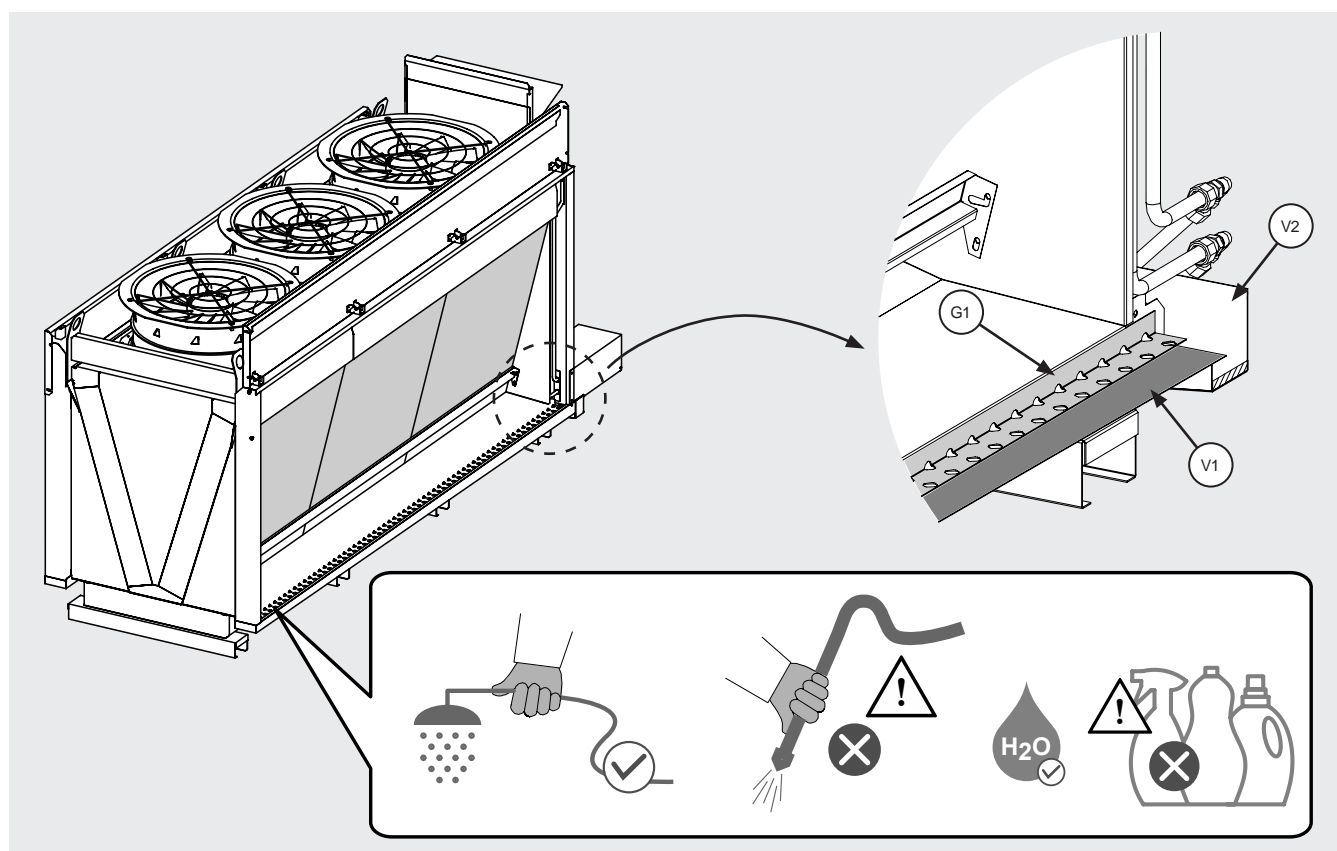

Figura 29
- 12.14.3 Il modello è dotato di n. 2 vasche interne di raccolta dell'acqua (V1) situate sotto le due file di pannelli adiabatici laterali. Si osservi la Figura 29.